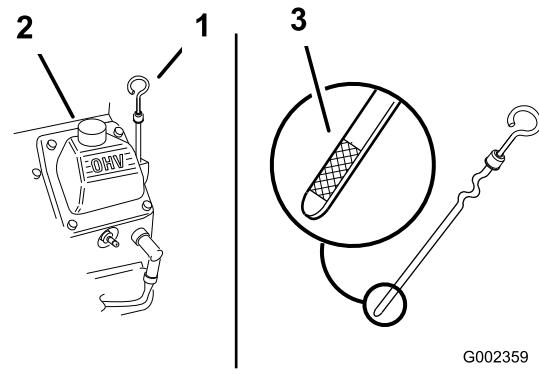

Figura 21
3. Limpie alrededor de la varilla de aceite (Figura 21) para impedir que caiga suciedad por el orificio de llenado y cause daños en el motor.
4. Desenrosque la varilla de aceite y límpie el extremo (Figura 21).
5. Deslice la varilla a fondo en el tubo de llenado, pero no la enrosque en el tubo (Figura 21).
6. Vierta lentamente un 80% aproximadamente de la cantidad especificada de aceite por el tubo de llenado (Figura 21).